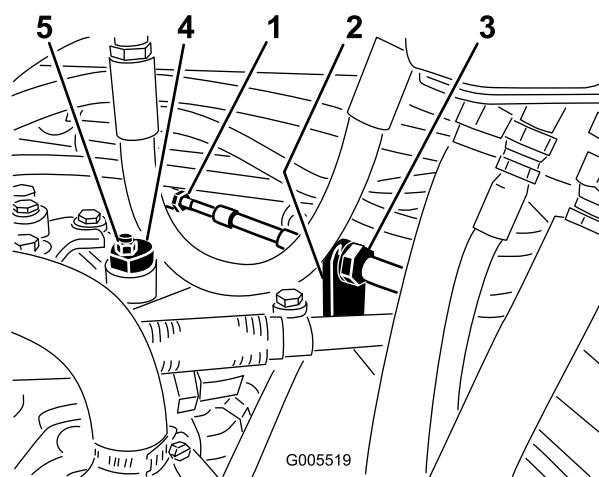

図 55
- A. 走行ケーブルを油圧トランスミッションのバルクヘッドに取り付けているジャムナット (図 55) を両方ともゆるめる。ジャムナットは調整ができるよう十分に、また均等にゆるめること。
- 注** 偏芯ナットをトランスミッション上部に止めているナット (図 55) をゆるめる。
- B. どちらにも車輪が回らないように偏芯ナットを回して調整する。調整ができれば固定ナットを締める (図 55)。スロットル SLOW および FAST 位置で調整が正しいことを確認する。
を固定する（図 55）。ケーブルをねじらないように注意すること。